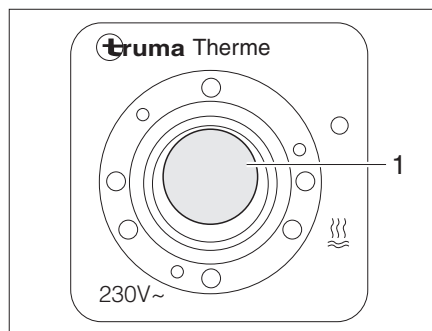

Fig. 123 Interruttore di comando per scaldacqua
Con l'interruttore di comando (Fig. 123) si inserisce la modalità di funzionamento elettrico. La spia di controllo (Fig. 123,1) nell'interruttore deve accendersi.
- Inserire l'interruttore di comando (Fig. 123). La spia di controllo (Fig. 123,1) nell'interruttore si accende.
- Spegner l'interruttore di comando (Fig. 123). La spia di controllo (Fig. 123,1) nell'interruttore si spegne.
- Spegnerne l'interruttore di comando (Fig. 123). La spia di controllo (Fig. 123,1) nell'interruttore non si accende.